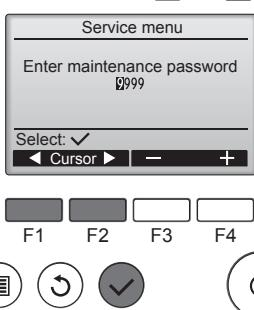

Fig. 7-2
① Выберите в Главном меню пункт "Service" (Сервисное обслуживание) и нажмите кнопку ⌂.
② После выбора Сервисного меню появится окно ввода пароля. (Fig. 7-2)